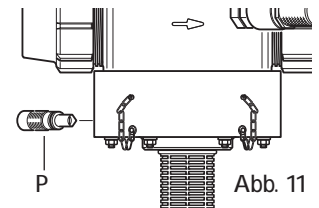

Abb. 11
- Lösen und herausnehmen der Entlüftungsschraube (Abb. 11-P). Das Wasser herausfließen lassen.